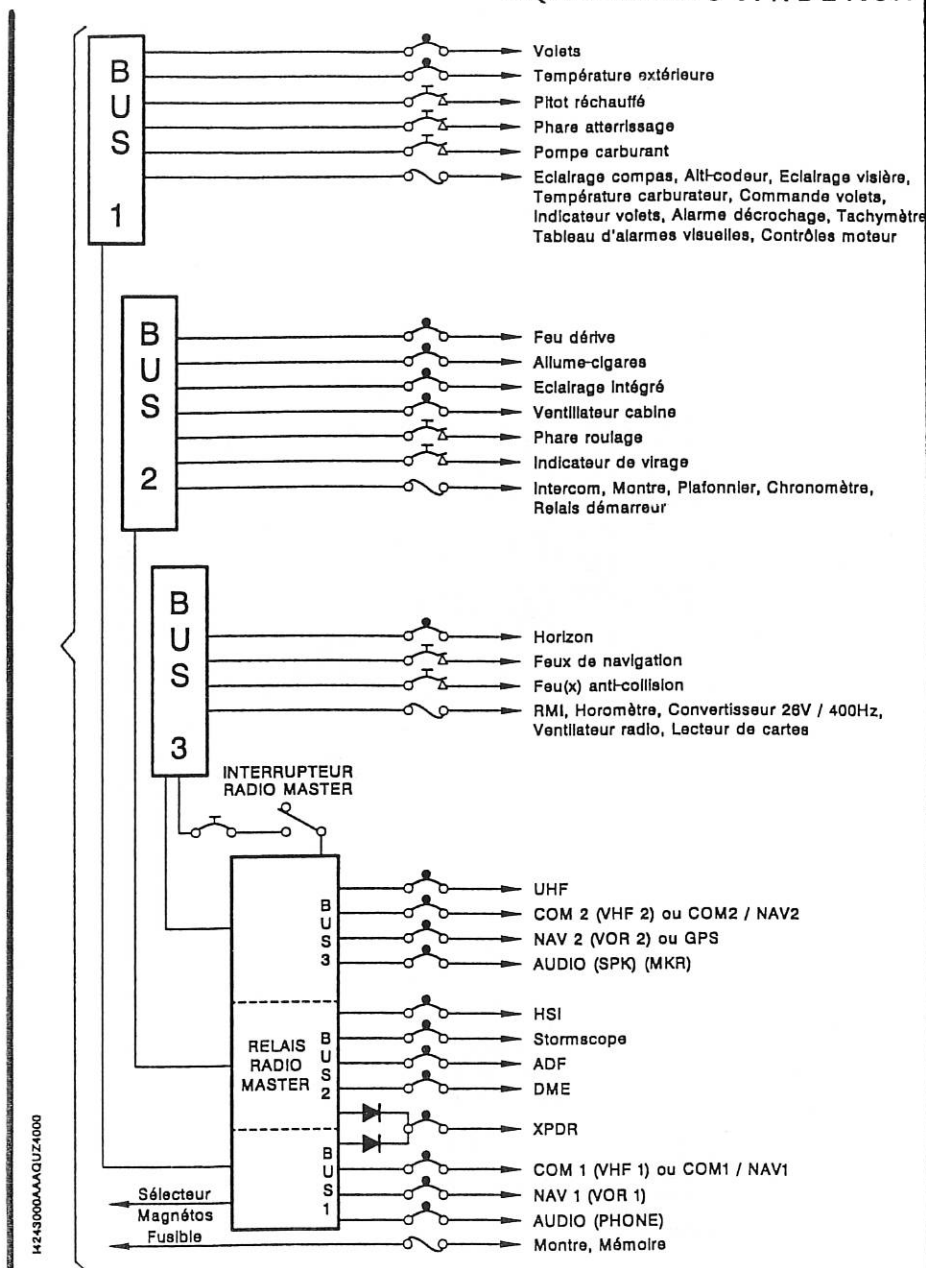

Figure 9.2.2 - REPARTITION ELECTRIQUE EN VFR
- Attendre quelques instants puis réenclencher dans l'ordre avec un intervalle d'observation. Déclencher la barre bus affectée par la panne, couper les équipements alimentés par la barre bus concernée. Voir Figure 9.2.2.